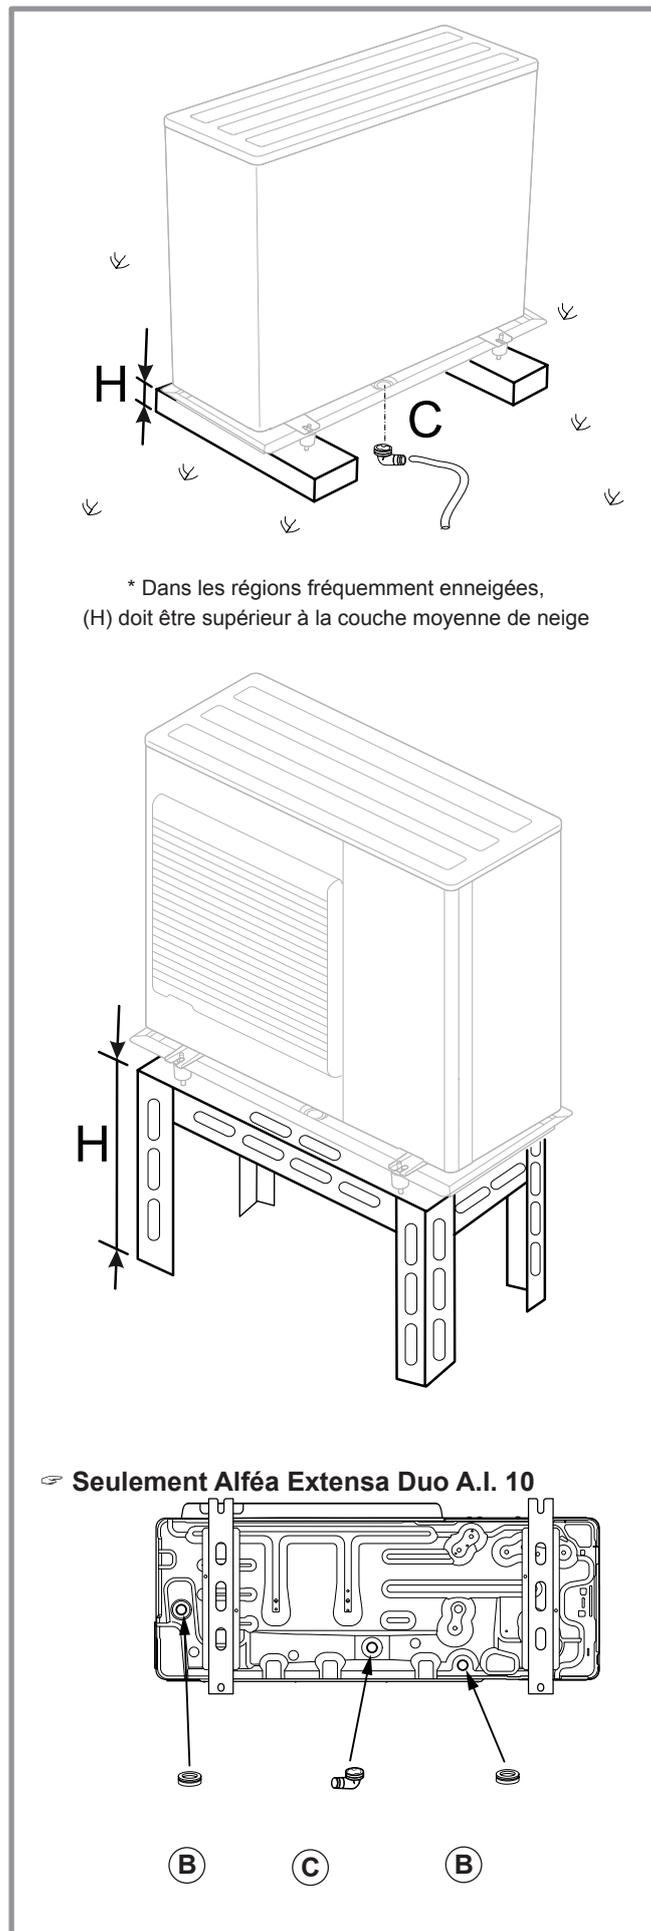

figure 14 - Pose de l'unité extérieure, évacuation des condensats
- En fonctionnement, de l'eau peut s'évacuer de l'unité extérieure. Ne pas installer l'appareil sur une terrasse, mais préférer un endroit drainé (lit de graviers ou sable). Si l'installation est réalisée dans une région où la température peut être inférieure à 0°C pendant une longue période, vérifier que la présence de glace ne présente aucun danger. Il est aussi possible de raccorder un tuyau d'évacuation sur l'unité extérieure (figure 14).
L'unité extérieure doit être surélevée d'au moins 50 mm par rapport au sol. Dans les régions enneigées, cette hauteur doit être augmentée mais ne pas dépasser 1.5 m (figure 14).
(voir figure 14)